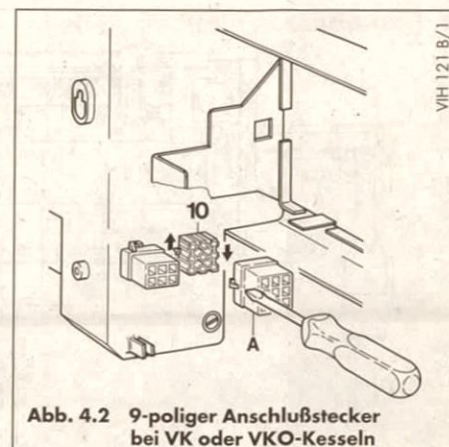

Abb. 4.2 9-poliger Anschlußstecker bei VK oder VKO-Kesseln
- Blindstecker (A) mit geeignetem Werkzeug entfernen. (Siehe Abb. 4.2).